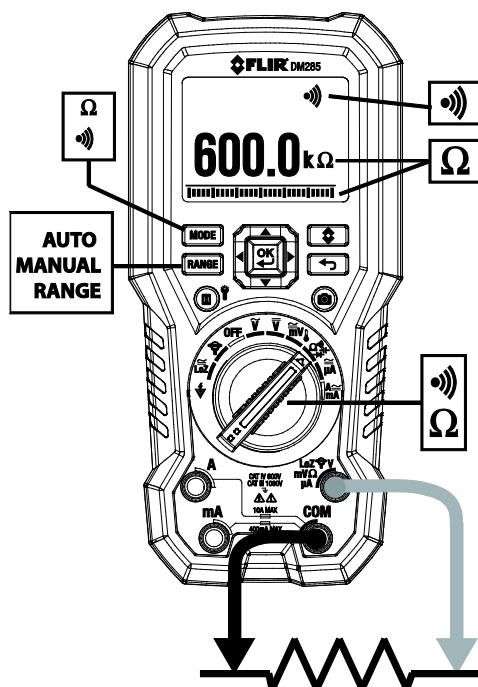

Fig. 9-3 Målinger af modstand og kontinuitet
1. Se Fig. 9-3. Sæt funktionskontakten i stillingen .